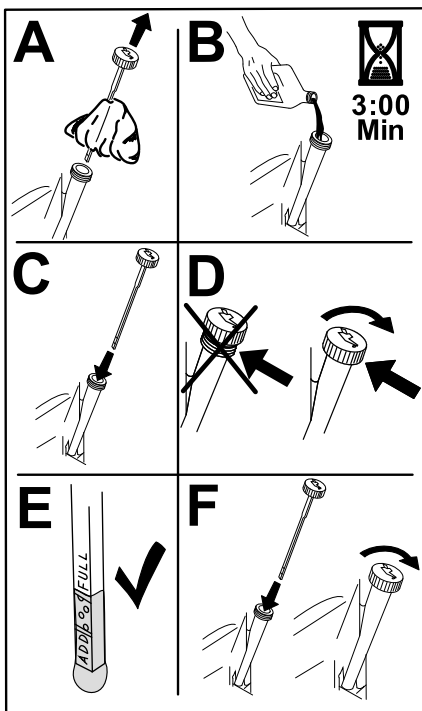

Figura 51
6. Versate lentamente circa l'80% dell'olio indicato nel tubo di rifornimento e sempre con cautela rabboccate l'olio necessario per portarlo alla tacca di Pieno (Figura 51).